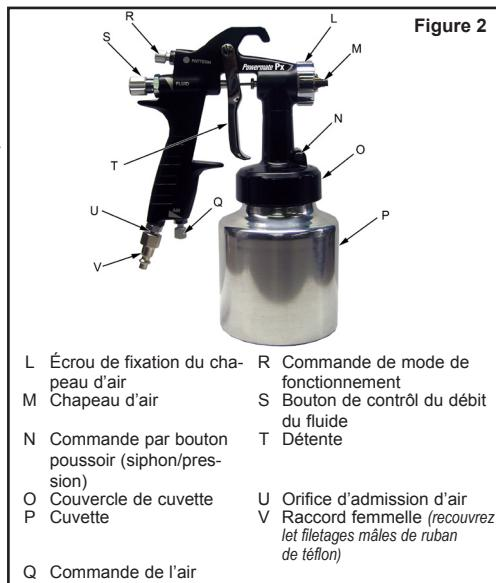

Figure 2
2. Installez un connecteur femelle 1/4 po NPT (inclus dans la trousse d'accessoires) sur l'orifice d'admission d'air de l'outil (voir Figure 2). **Remarque : Utilisez un ruban en Teflon® sur tous les raccords filetés.**
- Bouton de commande du mode de fonctionnement (voir Figure 2) – pour un fonctionnement avec projection à pleine intensité, tournez le bouton dans le sens contraire des aiguilles d'une montre, et pour un fonctionnement en spirales, tournez le bouton dans le sens des aiguilles d'une montre. Ce bouton sert à créer le motif approprié de peinture tandis qu'elle est pulvérisée du pistolet de pulvérisation.
- Bouton de contrôle de fluide (voir la figure 2) : tournez dans le sens des aiguilles d'une montre pour réduire la quantité de peinture et dans le sens contraire pour augmenter les quantités de peinture. Ce bouton contrôle la quantité de peinture mélangée avec l'air. **REMARQUE : si le bouton de contrôle de fluide est tourné jusqu'au bout, le pistolet dégagera seulement de l'air.**